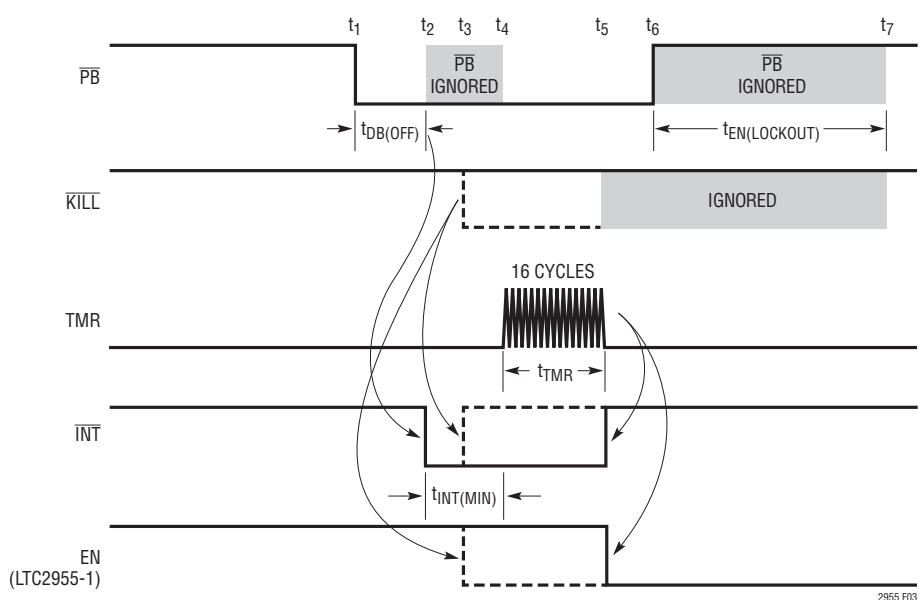
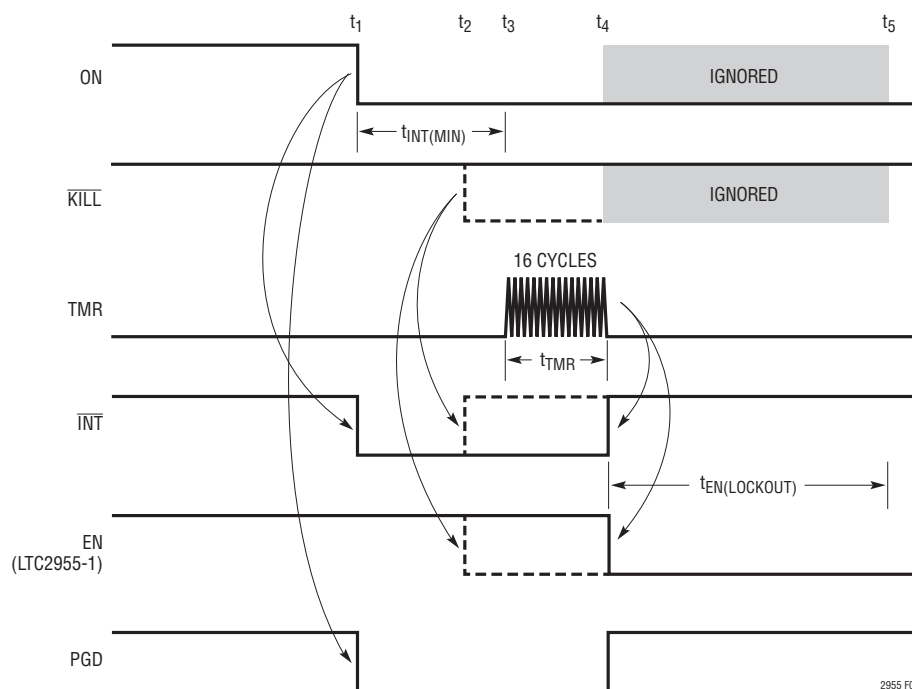

図3. プッシュボタンによるターンオフのタイミング
図5.ONピンによるターンオフのタイミング(DFNのみ、 $V_{\text{SEL}} > 1.2\text{V}$ 、先行するターンオン・シーケンスがONピンの立ち上がりエッジによって開始されている)
$\overline{\text{PB}}$ ピンによって開始されるLTC2955-1のターンオフ・シーケンスを図3に示します。ターンオフ・シーケンスでは、LTC2955-1がEN出力を解放します。これにより、電圧レギュレータがオフします。
$\overline{\text{PB}}$ の“H”から“L”への遷移(t_1)によりターンオフ・シーケンスが開始されます。 $\overline{\text{INT}}$ (割り込み出力)を“L”にするため、 $\overline{\text{PB}}$ は32ms ($t_{\text{DB(OFF)}}$)の間継続的に“L”を保つ必要があります。32msの終了時(t_2)には、 $\overline{\text{INT}}$ ピンが“L”になり、少なくとも32ms ($t_{\text{INT(MIN)}}$)の間、たとえ $\overline{\text{PB}}$ ピンがこの期間($t_2 \sim t_4$)に“H”になっても、“L”を保ちます。マイクロプロセッサはこの割り込み信号を受け取ると、パワーダウン機能を開始し、パワーダウンが行われると $\overline{\text{KILL}}$ を“L”にします(t_3)。次いで、LTC2955-1は、図3の点線で示すように、 $\overline{\text{INT}}$ を解放してENを“L”にすることにより、システムの電源をオフします。
マイクロプロセッサが割り込み信号にตอบสนองしない場合($\overline{\text{KILL}}$ ピンが“H”のままの場合)には、システムを強制的にパワーダウンさせることもできます。これは、図3の実線で示すように、
EN 出力が“L”になった後で \overline{PB} ピンが“H”になると、LTC2955-1 は1秒のロックアウト時間 ($t_{EN(LOCKOUT)}$) を開始します。このロックアウト時間 (図3の $t_6 \sim t_7$) の間、 \overline{PB} 入力と ON 入力
ONピンによって開始されるLTC2955-1のターンオフ・シーケンスを図5に示します。 $\overline{\text{INT}}$ ピンが“L”になるまでのデバウンス時間($t_{\text{DB(OFF)}}$)がないので、タイミング・シーケンスはプッシュボタンによるものとわずかに異なります。次の2つの条件が満たされたときのみ、ONピンの立ち下がりエッジでターンオフ・シーケンスを開始することができます。(1) 先行するターンオン・シーケンスがONピンの立ち上がりエッジによって開始されていること、および(2) SELピンが“H”(>0.8V)に接続されていることです。TS8パッケージの場合、ONピンの立ち下がりエッジは無視されます。
図5では、ONの“H”から“L”への遷移(t_1)によりターンオフ・シーケンスが開始されます。ONピンが“L”になると、割り込み出力($\overline{\text{INT}}$)が直ちにアサートされます。 $\overline{\text{PB}}$ ピンのターンオフ・シーケンスとは異なり、ONピンが“L”になるのに32msのデバウンス時間($t_{\text{DB(OFF)}}$)がありません。これにより、モニタされた電源が取り去られ次第システムがシャットダウンを開始でき、
マイクロプロセッサにパワーダウン動作を行うための最大限の時間が与えられます。 $\overline{\text{INT}}$ ピンは少なくとも32ms($t_{\text{INT(MIN)}}$)の間“L”を保ちます。マイクロプロセッサはこの割り込み信号を受け取ると、パワーダウン動作を開始し、パワーダウンが行われるとKILL入力を“L”にします(t_2)。次いで、LTC2955-1は、図5の点線で示すように、EN出力と $\overline{\text{INT}}$ 出力を解放することにより、システムの電源をオフします。
マイクロプロセッサが応答しない(図5の実線で示すように、 $\overline{\text{KILL}}$ ピンが“H”のまま)で、 $\overline{\text{INT}}$ が“L”になった後にONピンが32msの間“L”を保つと、外部タイマが16サイクルのカウント(t_{TMR} 、 $t_3 \sim t_4$)を開始します。16サイクルの終了時(t_4)にONピンが“L”のままの場合、LTC2955-1は強制的にENピンを“L”、 $\overline{\text{INT}}$ ピンを“H”にします。 t_{TMR} の調整については「アプリケーション情報」を参照してください。
LTC2955は、フォルト状態時にマイクロプロセッサが応答しないときにシステムの電源を強制的にオフすることができます。図3と図5の実線で示すように、割り込み信号がアサートされた後でマイクロプロセッサがKILLピンを“L”にしない場合、プッシュボタンを押すことによって強制的にオフすることができます。PBを“L”に保たなければならない時間の長さは、64msの固定遅延 ($t_{DB(OFF)} + t_{INT(MIN)}$) に調整可能なパワーダウン・タイマ遅延 (t_{TMR}) を加えることによって求められます。調整可能な遅延は、TMRピンにオプションの外付けコンデンサを接続することによって設定されます。次式を使って望みの遅延に必要な容量を計算します。C_{TMR}はTMRピンの外付けコンデンサです。